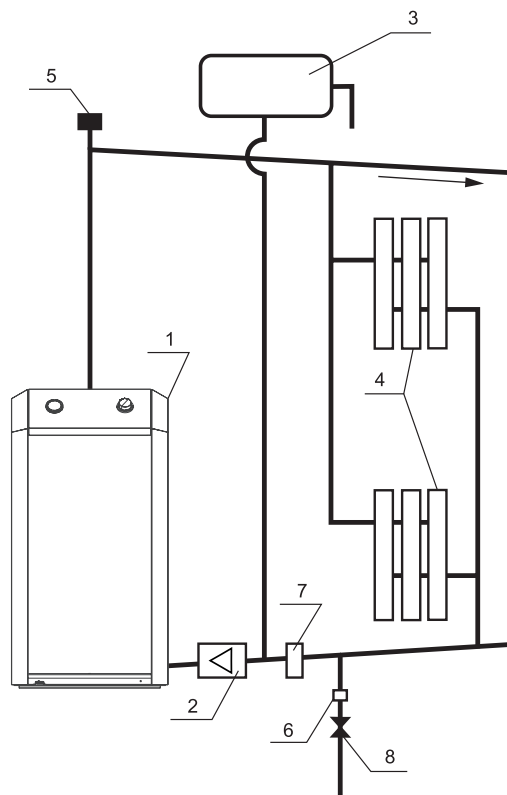

**Рис. 2.**
- 6.7. В открытой системе расширительный бачок устанавливается в верхней точке главного стояка, желательнее в отапливаемом помещении. Запрещается устанавливать вентиль на сигнальной трубе (см. рис. 2, 3).